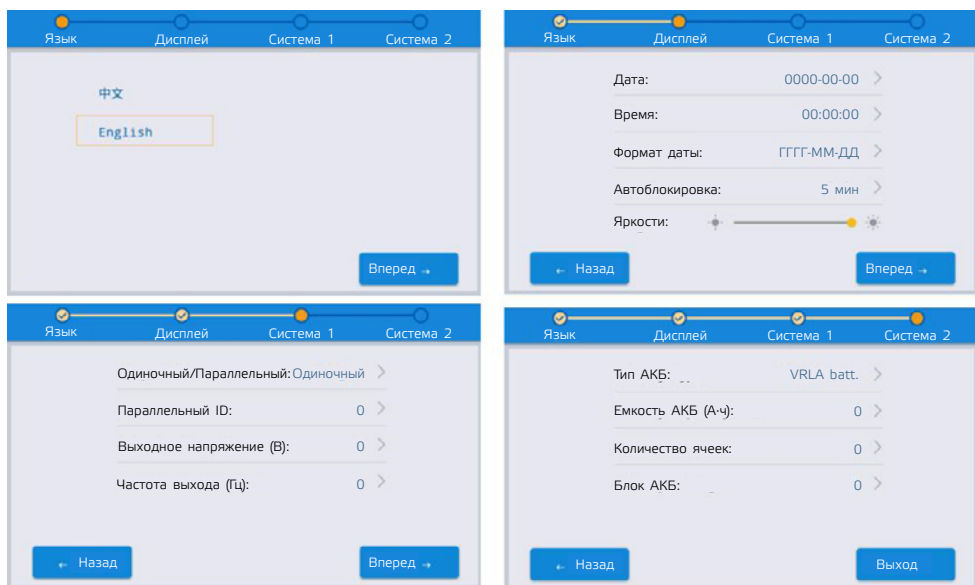
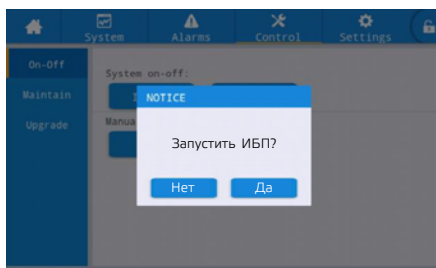

Рис. 4-1: Интерфейс быстрой настройки
Рис. 4-3: Интерфейс подтверждения запуска
При первом запуске ИБП или при восстановлении заводских настроек после перезагрузки можно выполнить быструю настройку, как показано на рис. 4-1. Интерфейс быстрой настройки включает в себя выбор языка, настройку дисплея, системные настройки 1 и системные настройки 2. После завершения быстрой настройки отображается главный экран.
2. Включите вводной выключатель байпаса и выключатель выпрямителя. После включения экрана дисплея инициализируется интерфейс мониторинга. Значок «Control» (Управление) будет неактивен (серыми). Нажмите на иконку замка в правом верхнем углу экрана, появится окно ввода пароля. Введите пароль (по умолчанию — «123456», если не был изменен пользователем), как показано на рис. 4-1. После разблокировки перейдите в главное меню, выберите «Control» (Управление), нажмите «POWER ON» (Включить) и подтвердите, выбрав «YES» (Да), как на рис. 4-3. Во время запуска ИБП внимательно следите за работой выпрямителя и инвертора. Если они работают нормально, то переходите к следующему шагу. Если наблюдаются неисправности, то немедленно выключите ИБП, выключите вводные выключатели выпрямителя и байпаса, продолжите техническое обслуживание.